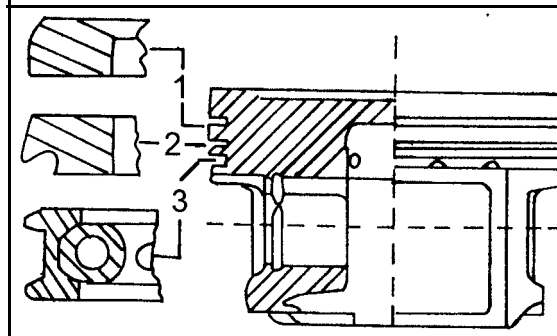

Bild 73
- Ein Kolbenringspannband um die Kolbenringgend legen, wie es in Bild 73 gezeigt ist, und die Kolbenringe in die Nuten drücken. Kontrollieren, dass sie einwandfrei eingedrückt sind.